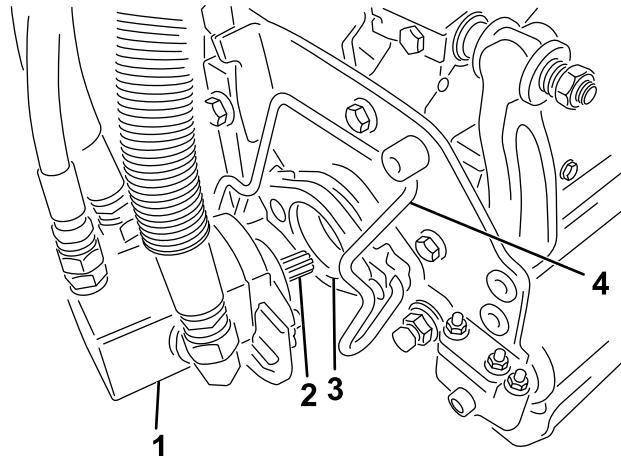

Figure 13
- 7. Enduisez de graisse propre l'arbre cannelé du moteur de plateau de coupe (Figure 13).
- 8. Insérez le moteur dans le côté gauche du plateau de coupe (vu de la position de l'utilisateur) et tirez la barre de retenue du moteur située sur le plateau de coupe vers le moteur jusqu'à ce qu'un déclic soit entendu des deux côtés du moteur (Figure 13).